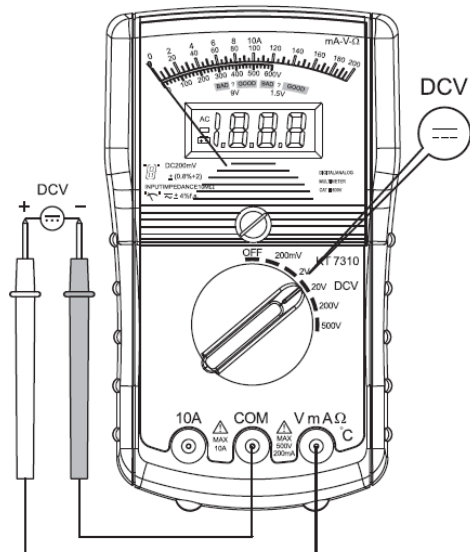

Рисунок 3
6.1. Измерение постоянного напряжения (см. рисунок 3)